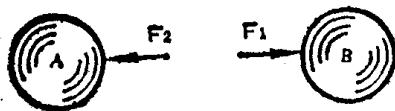

图 1—5 作用力与反作用力
**3. 第三运动定律（作用和反作用定律）** 当物体 A 以力  $\bar{F}_1$  作用在物体 B 上时，物体 B 必以力  $\bar{F}_2$  作用在物体 A 上； $\bar{F}_1$  和  $\bar{F}_2$  在同一直线上，大小相等，方向相反。见图 1—5。
**1. 功的概念** 设力  $\bar{F}$  大小不变，作用在物体上并使物体沿力的方向运动了距离  $s$ （即物体的位移为  $s$ ），则称力  $\bar{F}$  对物体作了功，见图 1—6 a。功的大小为：
又如图 1—6 (b)，若  $\bar{F}$  与  $s$  方向不同，两者之间的夹角为  $\alpha$  时，则力  $\bar{F}$  对物体所作的功为：